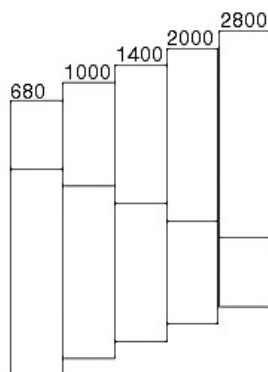

Fig. 7 : Réglage de la vitesse
Desserrez le levier de la fixation du moteur (pos. 1, fig. 7) et poussez le levier pour la tension de la courroie (pos. 2, fig. 7) vers le haut. La courroie est à présent relâchée. Placez la courroie sur une autre paire de poulies pour modifier la vitesse (vitesses en min-1).